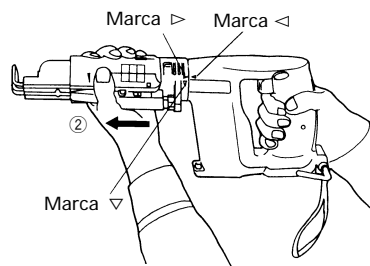

Fig. 6
Alinee la marca "<" del cuerpo principal con la marca ">" del dispositivo alimentador de tornillos en el sentido de la flecha ② mostrada en la Fig. 6 para extraerlo.
Coloque el dispositivo alimentador de tornillos sobre el cuerpo principal y alinee la marca "<" del cuerpo principal con la marca ">" del dispositivo alimentador de tornillos, y después gire el dispositivo en el sentido de la marca ">", como se muestra en la Fig. 6, para fijarlo.